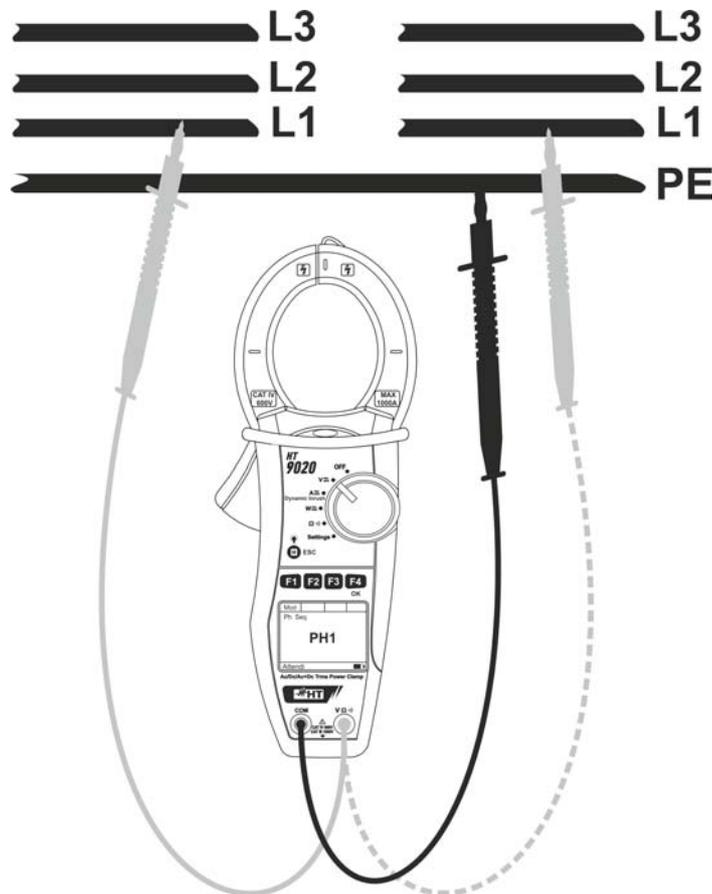

Fig. 8: Verifica della concordanza delle fasi
2. Inserire il cavo rosso nel terminale di ingresso **VΩ** e il cavo nero nel terminale di ingresso **COM** e posizionare i puntali rispettivamente sulla fase L1 della prima terna trifase e sul riferimento di terra (PE) del circuito in esame (vedere Fig. 8)
5. Lo strumento mostra il messaggio **“PH2”** e attende il rilevamento della fase L1 della seconda terna trifase. Collegare il puntale rosso alla fase L1 della seconda terna trifase (vedere Fig. 8)